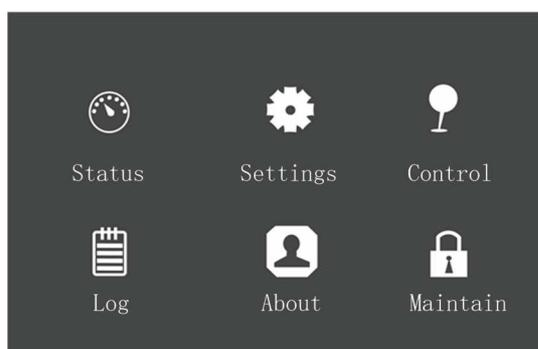

Figura 5-3 Pantalla de menú principal
a) Acceda a la pantalla del menú principal, pulse la tecla  o  para seleccionar "Ajustes", y pulse la tecla  para acceder a la interfaz que se muestra en la Figura 5-3.